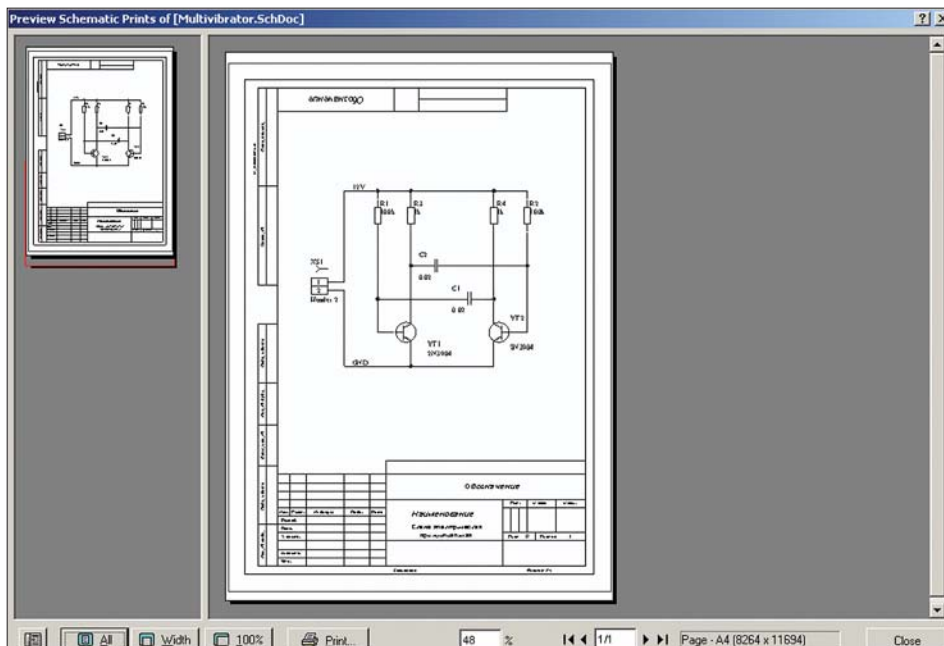

Рис. 10. Предварительный просмотр распечатки схемы
2. Выполним команду меню File | Print Preview. Откроется окно предварительного просмотра распечатки схемы. Если были настроены вертикальная ориентация бумаги и автоматическое масштабирование, то распечатка будет выглядеть, как показано на рис. 10.